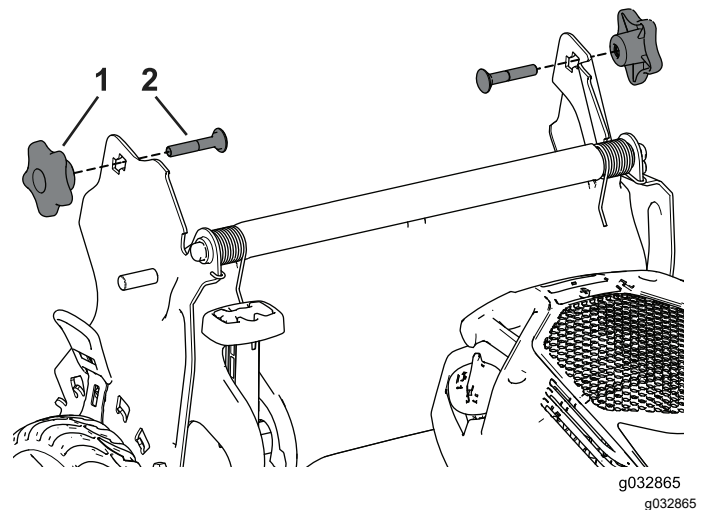

Bild 22
3. Führen Sie die Schlossschraube (mit dem Schraubenkopf nach innen zeigend) durch die Holmhalterung und das obere Loch im Holmende. Stellen Sie sicher, dass jede eckige Schlossschraube richtig in der dazugehörigen oberen oder unteren viereckigen Öffnung der jeweiligen Holmhalterung sitzt (Bild 22).